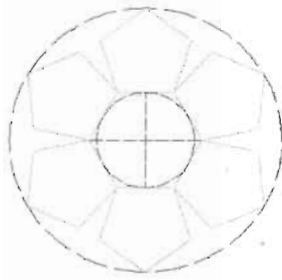

图 6-15
(3) 将当前对象线型比例因子设置以后, 新建的对象将以上面设置的线型比例显示在绘图区中。使用 circle (圆) 命令绘制一个圆, 效果如图 6-15 所示。